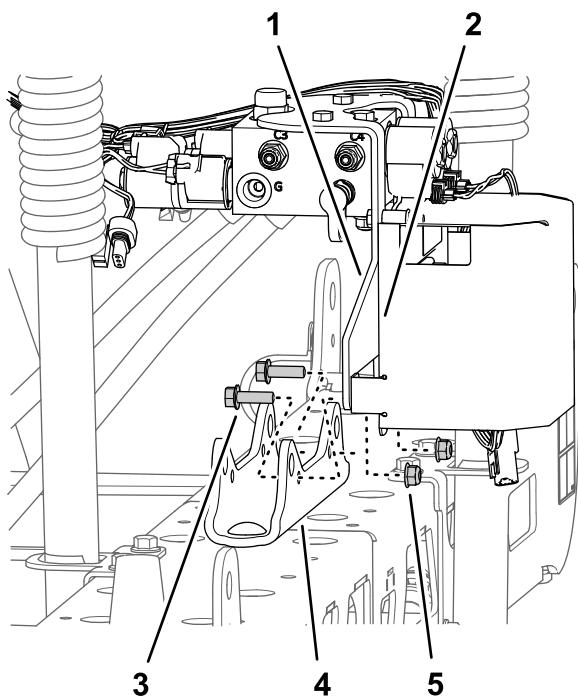

Рисунок 42
- Для машин с дополнительным комплектом ультразвукового выравнивания стрелы: удалите 2 фланцевые контргайки (5/16 дюйма) и 2 болта с фланцевыми головками (5/16 x 1 дюйм), которые крепят опорный кронштейн коллектора подъема секции и кронштейн контроллера ТЕС к креплению цилиндра, и отделите коллектор и кронштейн от крепления цилиндра (Рисунок 42).